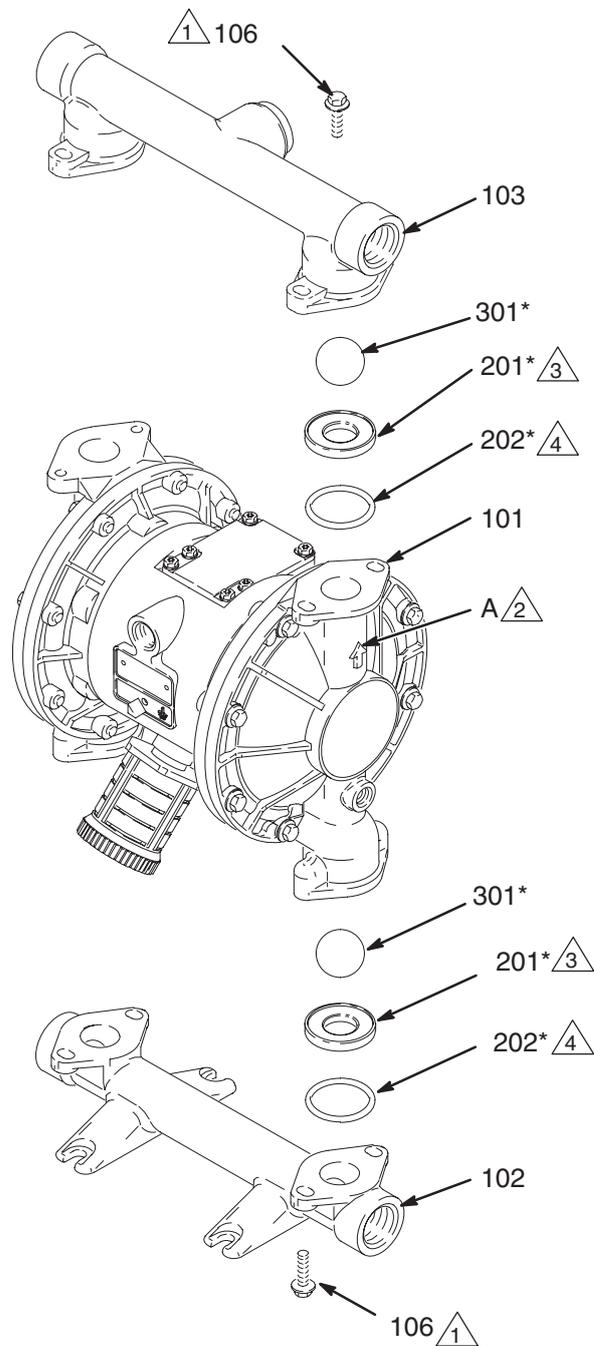

Fig. 12
3. Utilice una llave de tubo de 10 mm para extraer los cuatro pernos (106) y las tuercas (114, *utilizados únicamente en bombas de acero inoxidable*) sujetando el colector de salida (103) a las tapas del fluido (101). Consulte la Fig. 12.
4. Extraiga las juntas tóricas (202, *no utilizadas en algunos modelos*), los asientos (201) y las bolas (301) del colector (103).
5. Gire la bomba y extraiga el colector de entrada (102). Extraiga las juntas tóricas (202, *no utilizadas en algunos modelos*), los asientos (201) y las bolas (301) de las tapas del fluido (101).
2. Vuelva a montar las piezas siguiendo el orden inverso al desmontaje, y consultando las notas de la Fig. 12. Asegúrese de que todas las bolas de retención y los colectores están montados **exactamente** de la forma indicada. Las flechas (A) en las tapas del fluido (101) **deben** apuntar hacia el colector de salida (103).